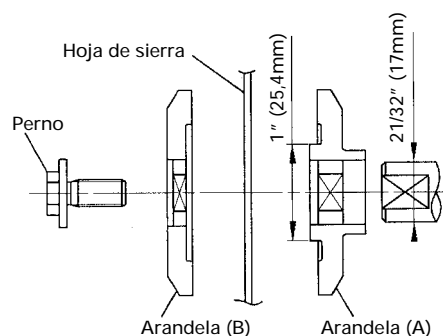

Fig. 37-d
- (7) Presione el bloqueador del huso y apriete el perno girándolo hacia la izquierda con la llave de accesorio estándar (llave de cubo de 17mm), como se indica en la Fig. 37-c.